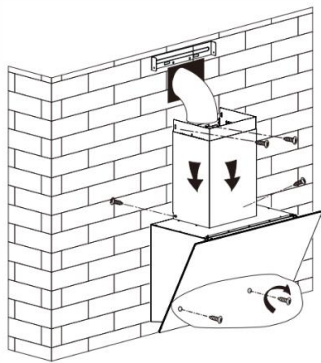

Рис. 6
8. Прикрепите кожух к вытяжке, используя 2 винта ST4x8 мм. Закрепите внешний кожух на стене используя 2 винта ST4x40 мм. Одновременно вытащите воздуховод из кожуха и подключите его к вентканалу. См. Рис. 6.